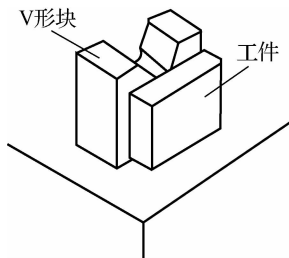

图 1-4 工件的安放
(5)正确选用工具和安放工件。将底面朝下直接放置在划线平板上,一侧面与V形块工作面贴合,如图1-4所示。